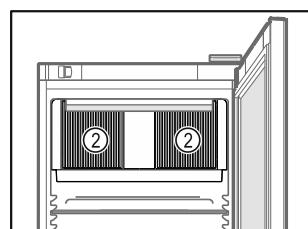

Fig. 54
- Дръжте вентилационните отвори Fig. 54 (2) на циркулационния вентилатор във вътрешността свободни.